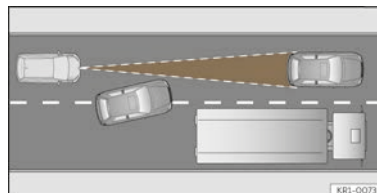

Abb. 145 Fahrspurwechsel eines anderen Fahrzeugs.
- Fahrzeuge, die in geringem Abstand auf die eigene Fahrspur wechseln >>> (Abb. 145).